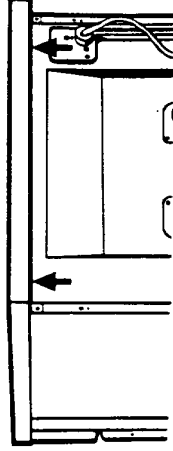

Abb. 7
- Die Befestigungsschrauben der Arbeitsplatte auf der Geräterückseite herauserschrauben (s. Abb. 7).